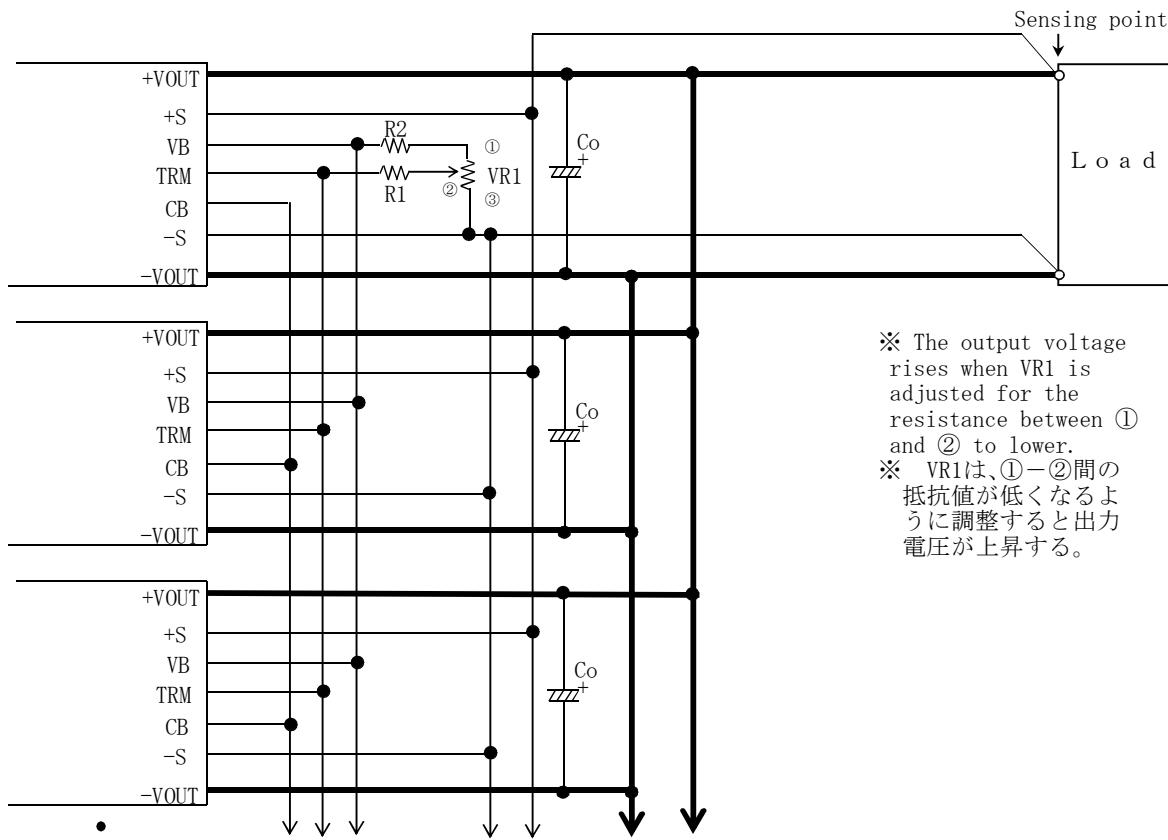

Fig. 2.8 Connecting method in parallel operation (R1・R2・VR1 is not necessary if output voltage adjustment is not required).
In parallel operation, balancing of output current is made possible by wiring as Fig. 2.8. With this wiring, it is also possible to adjust all output in module by single potentiometer. Total current should not exceed the value calculated by equation ④, and total number of units should be no more than 11 pieces.
並列運転時、図2.8の配線をすることによって、各電源の出力電流のバランスをとることができ、かつ、1つのボリュームで全モジュールの出力を可変可能である。なお、出力電流の総和は、④式で求まる値を超えないこと。並列運転台数は、11台以下で使うこと。